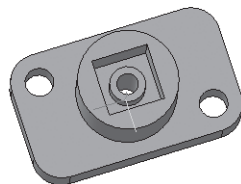

Рис. 246
- следуя алгоритму вырезания , вырежьте выдавливанием **Через все** (рис. 246).